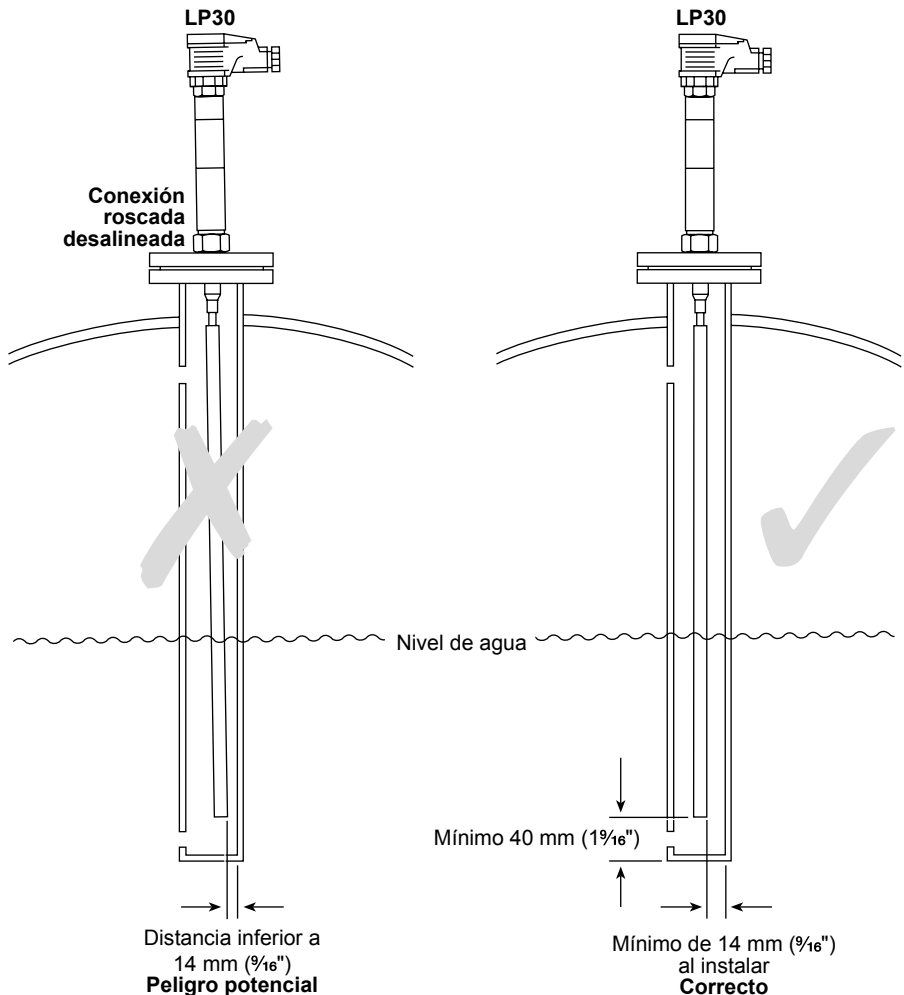

Fig. 12
Cuando se realiza correctamente, la prueba asegurará que la posición de la varilla de la sonda está por lo menos a 14 mm ($\frac{9}{16}$ ") del tubo de protección. Ver Fig. 12.
2. Retirar la sonda (si está instalada) y colocar un par de alambres de centrado en el extremo de la varilla de la sonda, a 90° uno del otro y a un máximo de 10 mm ($\frac{3}{8}$ ") del extremo de la varilla - ver Fig. 12 y 13.